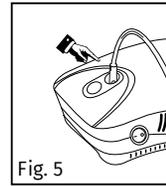

Fig. 5
7. Conectați celălalt capăt al tubului de aer la conectorul de pe nebulizator (Fig. 5).